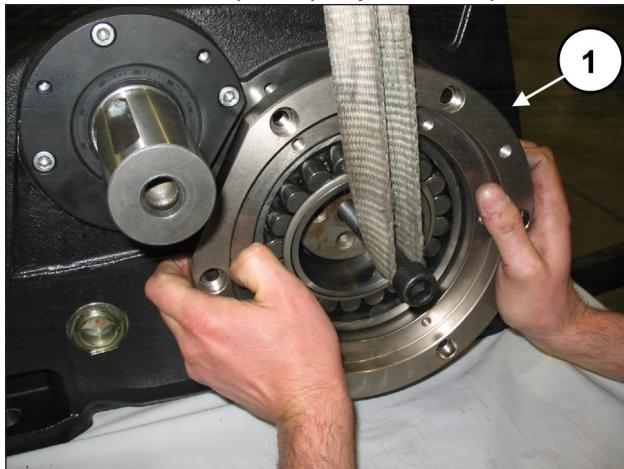
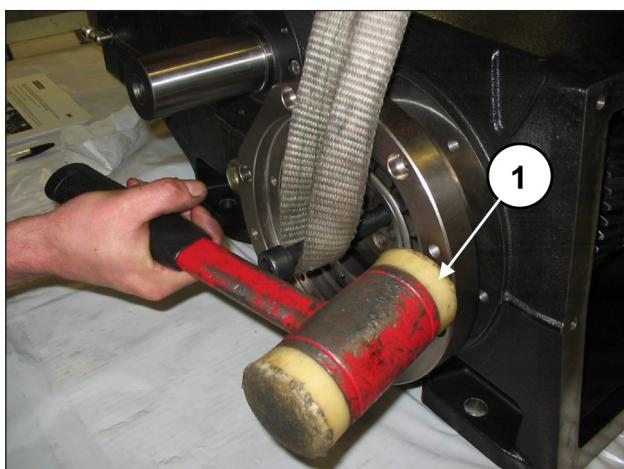

Fig. 72
Fig. 73
Aplique dois pinos roscados M16 na extremidade do eixo de manivelas e, segurando-o (pos. ①, Fig. 72), insira a tampa do mancal completo com rolamento e O-ring (pos. ①, Fig. 73) usando um martelo. Repita a operação do lado oposto